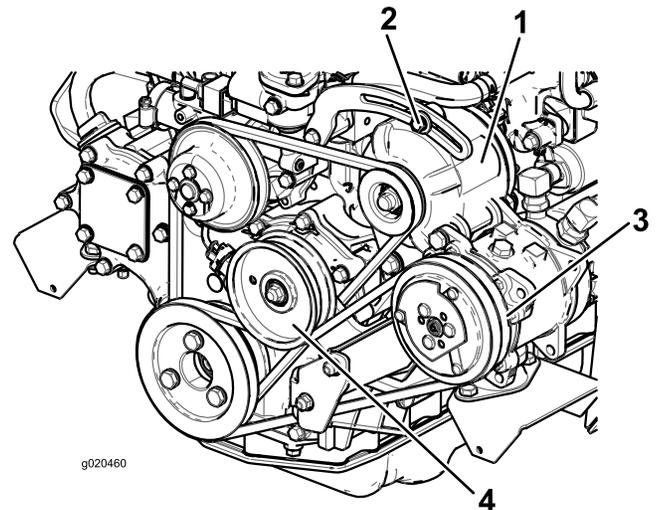

Figure 68
Vérifiez l'état et la tension de la courroie (Figure 68) toutes les 100 heures de fonctionnement.
2. Si vous n'obtenez pas une flèche de 10 mm, desserrez les boulons de fixation de l'alternateur (Figure 68). Augmentez ou diminuez la tension de la courroie et resserrez les boulons. Contrôlez de nouveau la flèche de la courroie pour vérifier si la tension est correcte.
- Si vous n'obtenez pas une flèche de 10 mm, desserrez le boulon de fixation de la poulie de tension (Figure 68). Augmentez ou diminuez la tension de la courroie du compresseur et resserrer le boulon. Contrôlez de nouveau la flèche de la courroie pour vérifier si la tension est correcte.